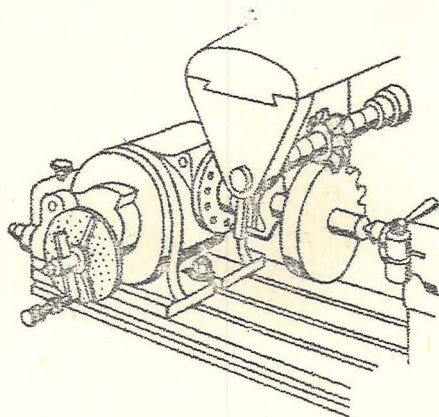

Fig. 2
- Para fresar un piñón se monta sobre un eje entre puntas con ayuda del cabezal - divisor, la contra punta y perro de arrastre. (Fig. 2).